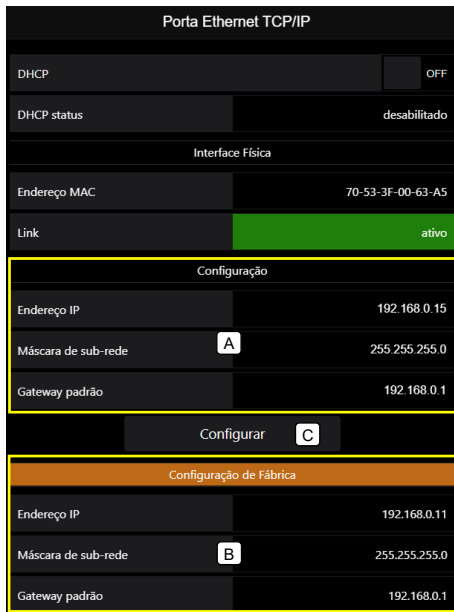

Figura 9 – Transmissor de Pesagem Automática 2712 em modo RESET IP (carrega as configurações de fábrica)
- Botão **Configurar** indicado na Figura 9 letra **C** (é possível alterar para uma nova configuração);